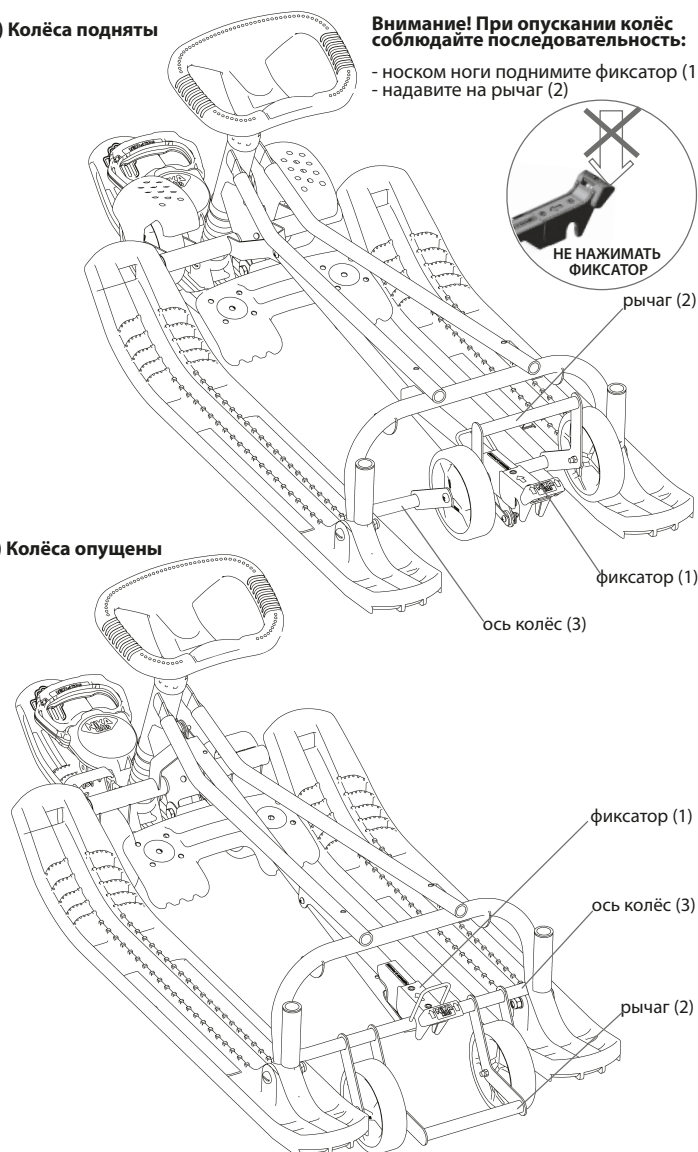

Рис. 2 Механизм выдвигающих колёс
4.6.1. Для перемещения по твёрдому покрытию необходимо опустить колёса, закреплённые на каркасе. Для этого носком ноги поднимите фиксатор (1) (см. рис. 2, а) колёса опустятся, затем нажав на рычаг (2), доведите колёса до фиксированного положения. Паз на фиксаторе при этом должен зацепиться за ось колёс (3).
- ногой поднять фиксатор (1), снегокат опустится (см. рис. 2, б);
- носком ноги поднять рычаг (2) до фиксированного положения.